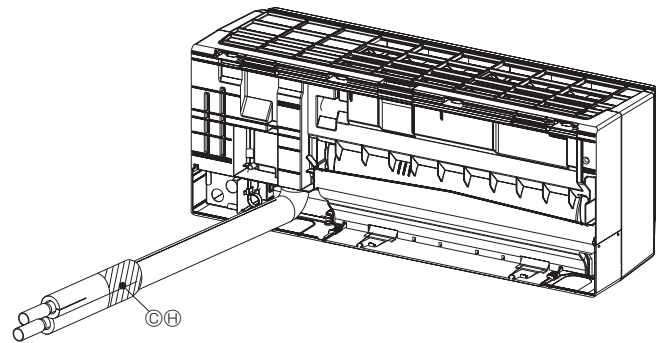

Fig. 3-12
- (4) Fixer les matériaux d'isolation ⑦ aux parties découpées ③ des cache-tuyaux pour les isoler. (Fig. 3-12, 3-13)